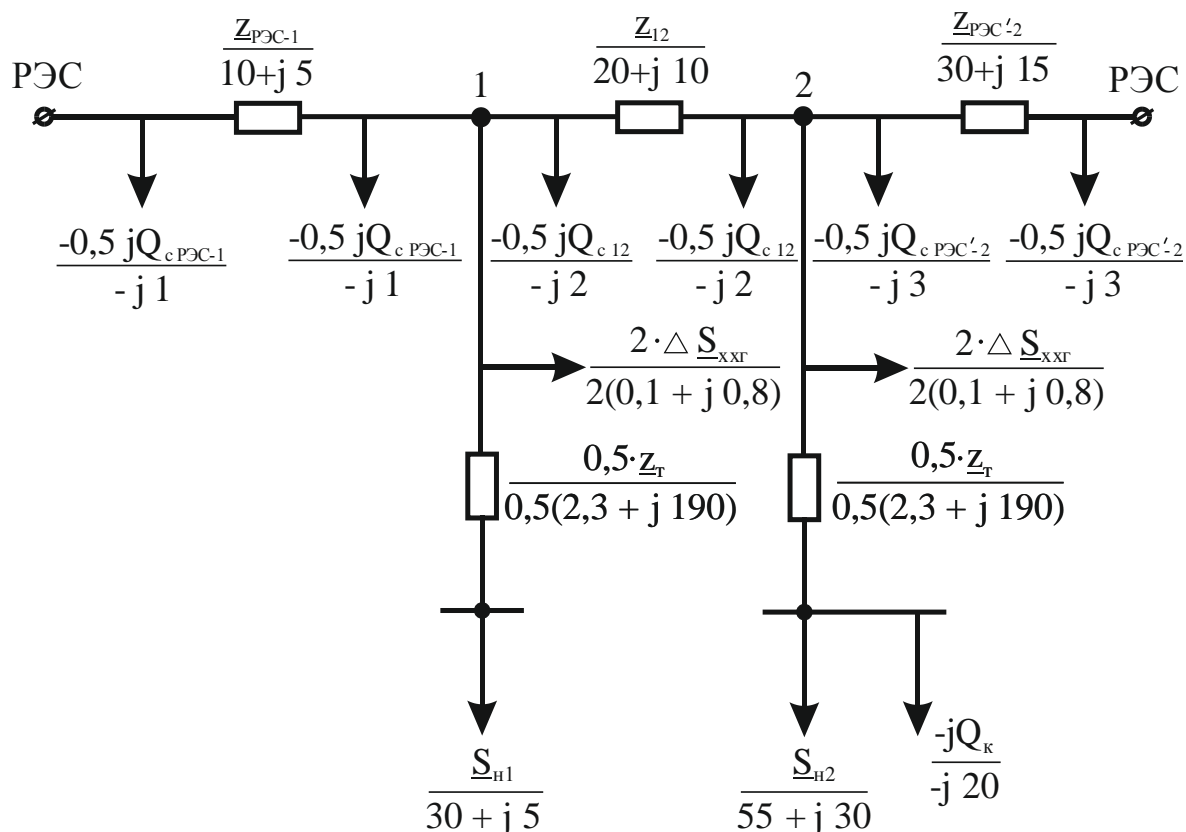

Рис. 3. Схема замещения замкнутой сети
1. Схема замещения замкнутой сети, питающей 2 нагрузки, мощность которых $\underline{S}_1 = (30 + j5)$ МВА и $\underline{S}_2 = (55 + j30)$ МВА, изображена на рис. 3. Номинальное напряжение ЛЭП $U_H = 110$ кВ. Сопротивления линий электропередач равны: $z_{PЭС-1} = (10 + j5)$ Ом, $z_{12} = (20 + j10)$ Ом, $z_{PЭС-2} = (30 + j15)$ Ом. Мощности, генерируемые линиями, равны: $-0,5 jQ_{сРЭС-1} = -j1$ МВАр; $-0,5 jQ_{с12} = -j2$ МВАр; $-0,5 jQ_{сРЭС-2} = -j3$ МВАр. Мощность компенсирующего устройства, установленного на подстанции 2, $-jQ_K = -j20$ МВАр. На подстанциях установлены по 2 двухобмоточных трансформатора. Высшее номинальное напряжение трансформатора $U_{вн} = 110$ кВ, низшее номинальное напряжение $U_{нн} = 10$ кВ. Полное сопротивление одного трансформатора $\underline{Z}_T = (2,3 + j190)$ Ом. Потери мощности холостого хода трансформатора $\Delta \underline{S}_{ххт} = (0,1 + j0,8)$ МВА. Напряжение РЭС в режиме максимальных нагрузок $U_{РЭС}^{\max} = 1,1$. Рассчитать потокораспределение без учета потерь мощности в режиме максимальных нагрузок.